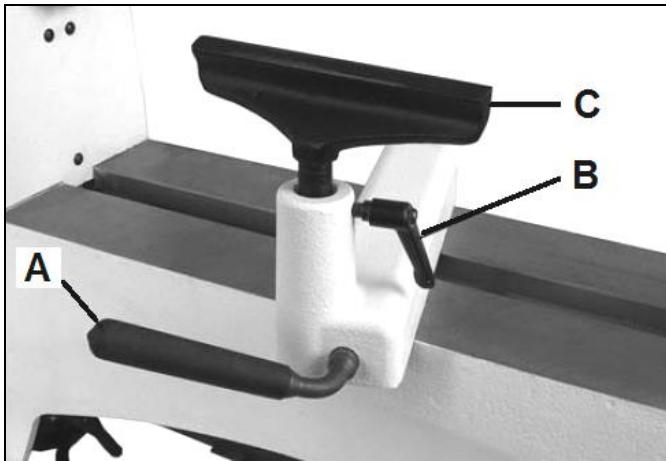

Fig 28
Stellen Sie die Handstahlauflage (C, Fig 28) so nahe an das Werkstück als möglich und fixieren Sie die Position mit dem Hebel (A).